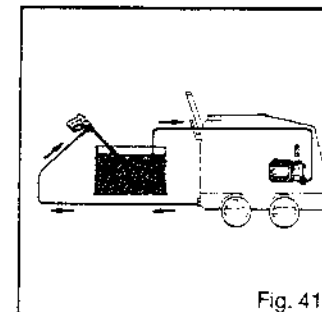

Fig. 41
- 1) Das Entkalkungsmittel ist säurehaltig und kann schwere Schäden am Wasserkreislauf verursachen. Die verbleibende Säure muss deshalb neutralisiert werden; man wiederholt dazu die, in dem Kapitel "Erster Arbeitsgang", beschriebenen Arbeitsvorgänge, indem man den Hochdruckreiniger ein alkalisches Produkt für mindestens 5 Minuten aufsaugen lässt (Abb. 41).